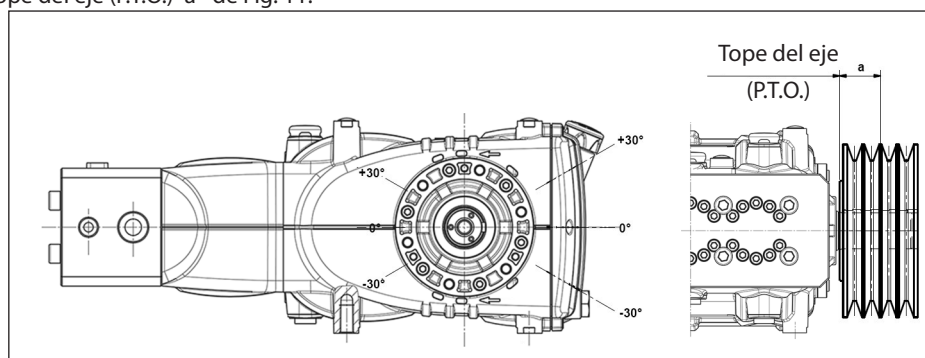

Fig. 11
La carga radial sobre el eje no debe ser superior a 4500 N (valor necesario para definir el Layout). La transmisión es considerada adecuada si tal carga es aplicada a una distancia máxima $a = 50$ mm del tope del eje (P.T.O) como se indica en la Fig. 11.
- b) Utilizar correas de alto rendimiento – por ejemplo **XPB** en lugar de **SPB** – ya que resultará necesario una cantidad inferior de correas en paridad de potencia transmitida y una consecuente distancia inferior de la resultante con respecto al tope del eje (P.T.O.) "a" de Fig. 11.
- e) Seguir la dirección del tiro de la correa como se indica en la Fig. 11 para exigencias diferentes ponerse en contacto con la **Oficina Técnica** o **Servicio de Asistencia al Cliente**.